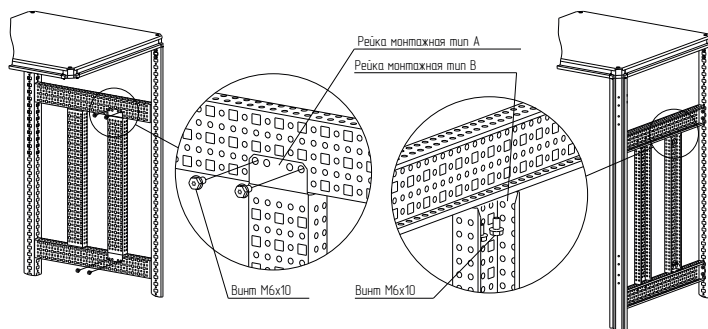

Рисунок 5
4.3.2 Закрепить рейку монтажную по вертикали винтами с самонарезающей резьбой М6×10 (рисунок 5). Момент затяжки – 7 Н·м.